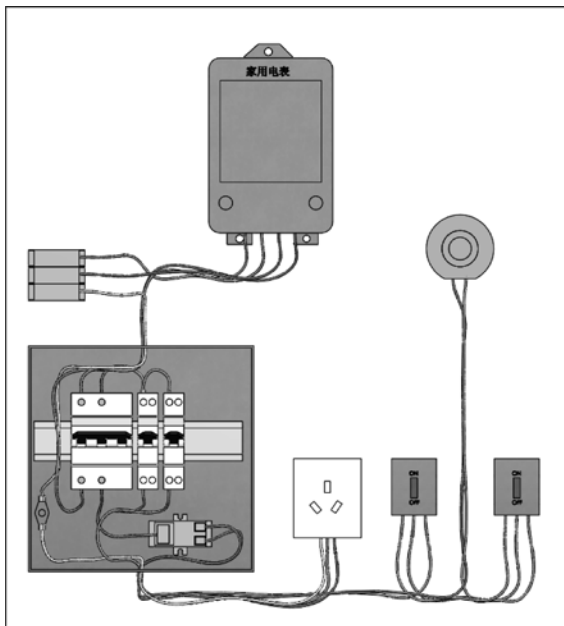

图 7-76 本实例要绘制的家用配电箱三维电路图效果
本实例将使用本书提供的素材文件，来完成如图 7-76 所示的家用配电箱三维电路图的绘制，以练习本章所学到的知识。
STEP 8 单击“SolidWorks Electrical 3D”选项卡中的“布线”按钮，在打开的“布线电线”属性管理器中，按照图 7-84 所示设置布线参数，单击“确定”按钮，进行自动布线，效果如图 7-76 所示。